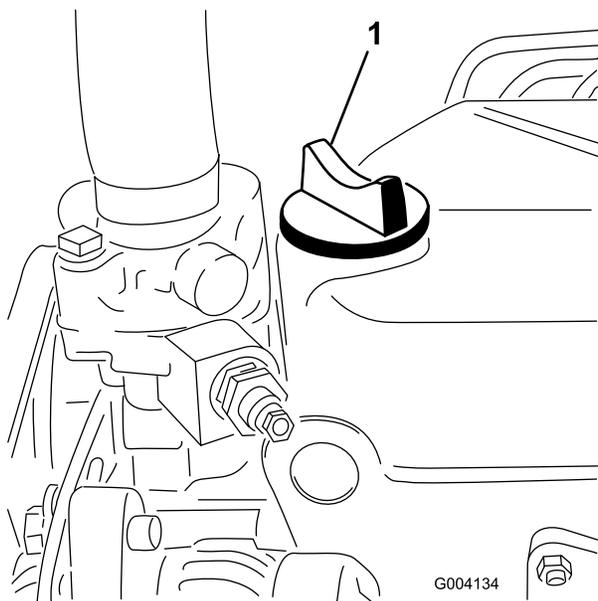

Рисунок 30
5. Если уровень масла ниже метки FULL (ПОЛНЫЙ), снимите крышку заливной горловины (Рисунок 30) и добавляйте масло, пока его уровень не достигнет отметки FULL (ПОЛНЫЙ) на щупе.